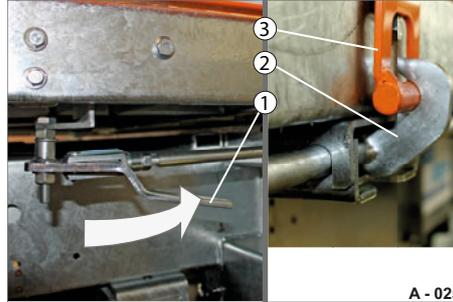

Abb. 26 Zentralverriegelung schließen
- ▶ Drücken Sie den Hebel (Abb. 26/1) bis zum Anschlag zu.
Alle Verriegelungs-Haken (Abb. 26/2) greifen die Verriegelungs-Lappen (Abb. 26/3) und drücken die Heck-Bordwand zu.